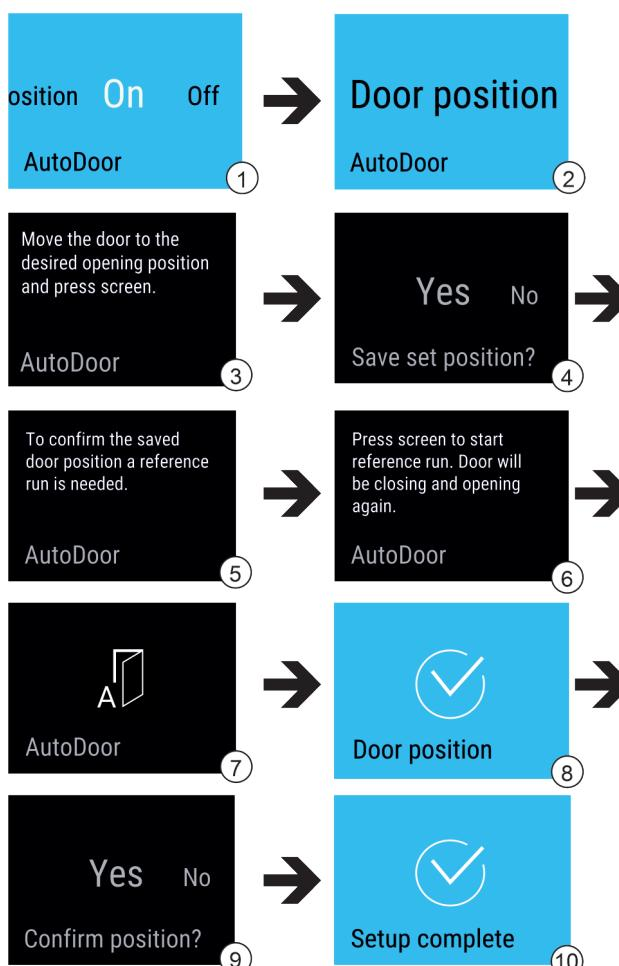

Fig. 17
- Izberite funkcijo AutoDoor. Fig. 17 (1)
- Prikaz na zaslolu podrsajte, da se pojavi Door position. Fig. 17 (2)
- Konfiguracija kota odpiranja vrat: Vrata odprite za vsaj 70°. Fig. 17 (3)
- Potrdite kot odpiranja vrat: Pritisnite na sporočilo na zaslolu. Fig. 17 (4)
- Zaženite referenčno vožnjo: Pritisnite na zaslon. Fig. 17 (6)
- ▷ Zaslom utripa. Fig. 17 (7)
- ▷ Referenčna vožnja je uspešna: Zaslom je za 2 sekundi moder. Fig. 17 (8)
- Potrdite kot odpiranja vrat. Fig. 17 (9)
- ▷ Zaslom postane moder. Fig. 17 (10)